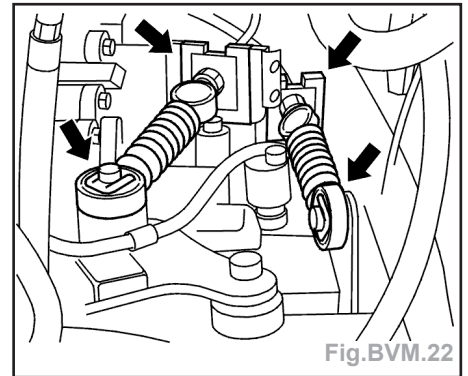

Fig.BVM.22
- Déposer (Fig.BVM.22) :
- Poser (Fig.BVM.22) :